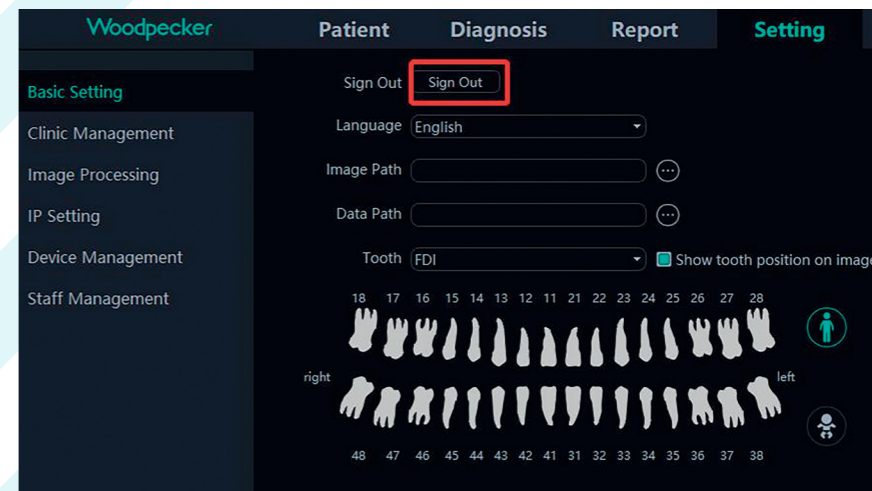

Figura 48
4.6.2 Durante o uso do software, quando o servidor estiver indisponível, o software entrará na interface de desconexão do servidor, conforme mostrado na Figura 48. Nesse momento, o utilizador pode verificar se a rede está normal ou reiniciar o servidor.